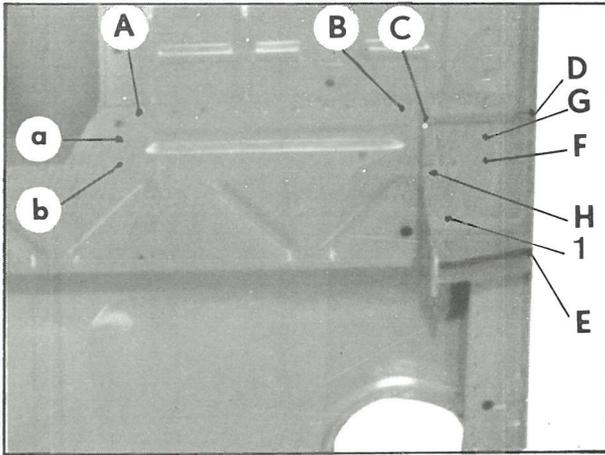

Fig. 1
- en AB (fig. 1)
- en A (fig. 1)